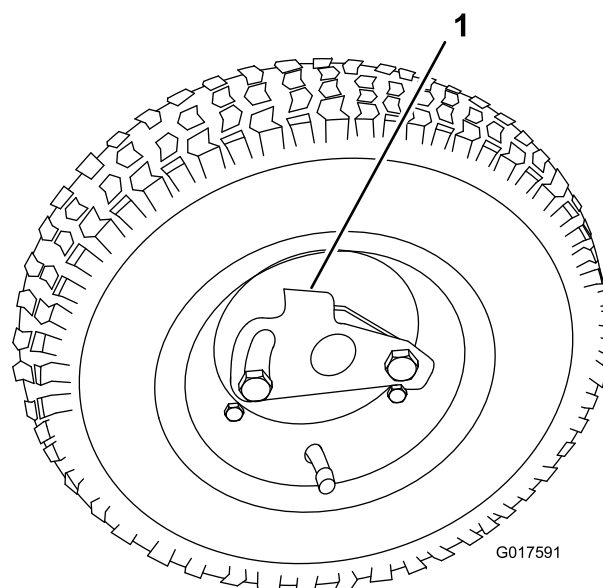

**Figura 11**
1. Empuje el centro de la barra del caballete hacia abajo con el pie y tire hacia arriba del soporte del manillar inferior hasta que el caballete haya girado hacia delante más allá del centro del arco (Figura 11).